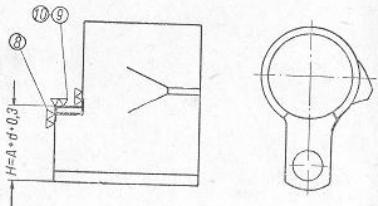

Рис. 57.
9. Разметить высоту упора шомпольной трубы  $H = (A + d + 0,3)$  мм (рис. 57), где 0,3 мм — припуск на опиловку.